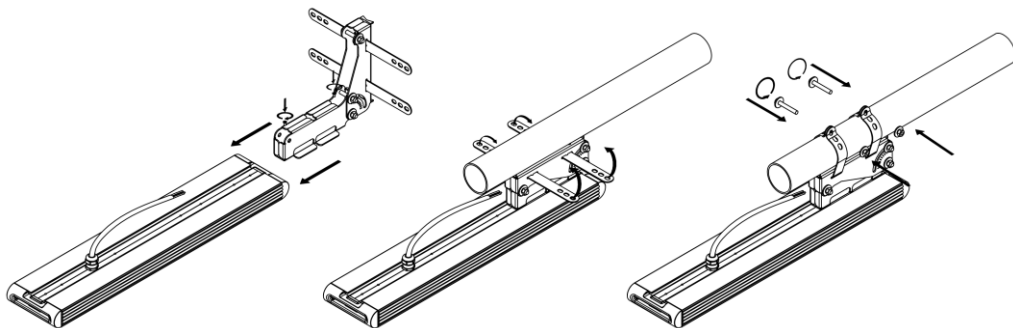

Рисунок 5 – Установка крепления Консоль с регулировкой (на примере Element 0,5x1).
5.4.2. Распакуйте крепление и установите на светильнике (см рисунок 5). Заведите крепление в паз на корпусе светильника. Для фиксации крепления на корпусе светильника имеются 2 отверстия. Совместите отверстия на креплении с отверстиями на корпусе. Шаг между винтами на креплении должен совпасть с шагом между винтами на корпусе. Вкрутите два винта M5, идущих в комплекте для фиксации крепления на корпусе светильника.
5.4.4. Обогните два хомута вокруг трубы (см. рисунок 5). Труба не должна упираться в гермоввод на корпусе светильника.